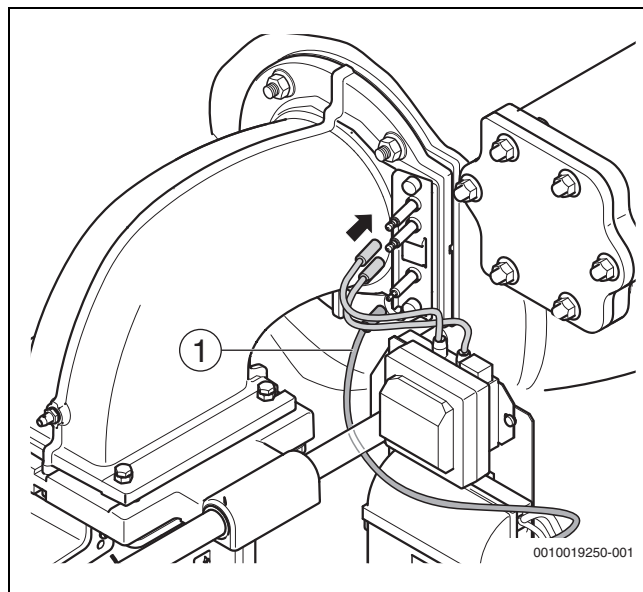

Рис. 51 Штекерные соединения на блоке электродов
- ▶ Подключите все электрические провода к газовой арматуре, вентилятору и блоку электродов. Проложите ионизационный кабель [1], как изображено на рис. 51 (под направляющей штангой).